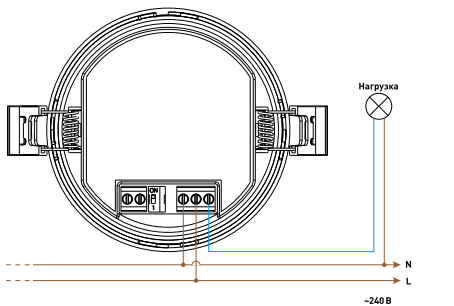
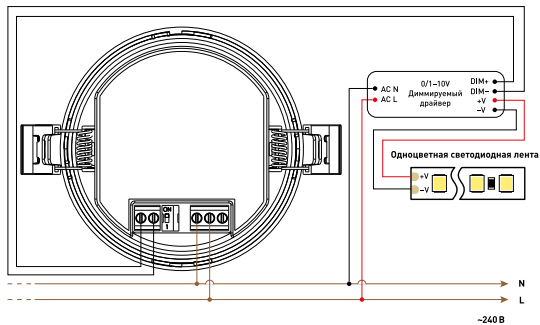

Рис. 1. Схема подключения датчика движения к не диммируемому источнику света (AC 100–240 В)
Рис. 2. Схема подключения датчика движения к диммеру с управлением 0/1–10 В
- 3.2. Подключите датчик движения согласно схемам, приведенным на рис. 1 и рис. 2.